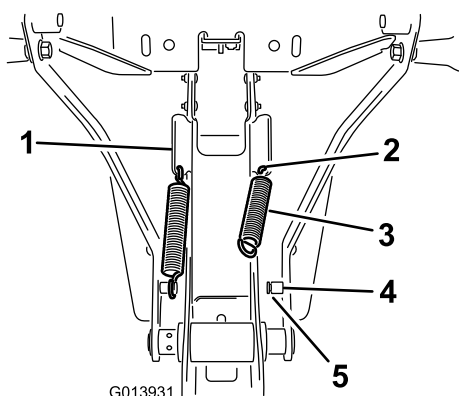

Figura 18
1. Instale el muelle en el taladro del extremo inferior de la pestaña inclinada del lateral del bastidor (Figura 18).
2. Enganche un extremo del muelle en el taladro y el otro extremo en el anclaje del muelle (Figura 18).
3. Asegúrese de que el extremo del muelle queda correctamente asentado en la ranura de la clavija (Figura 18).